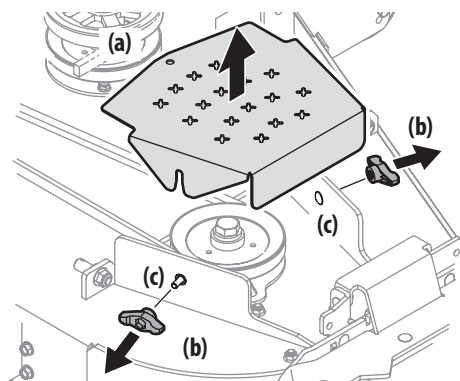

Figure 39
3. Pour retirer les couvercles de courroie (a), retirez les boutons à ailettes (b) des vis du chariot (c) qui les fixent au plateau de coupe (Figure 39).